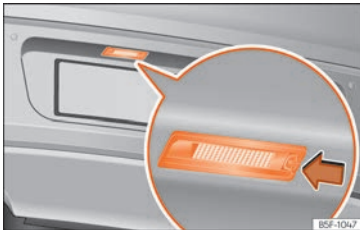

Fig. 69 En el parachoques trasero: luz de matrícula.
- Presione la pestaña de la luz de matrícula en la dirección de la flecha » **fig. 69**.